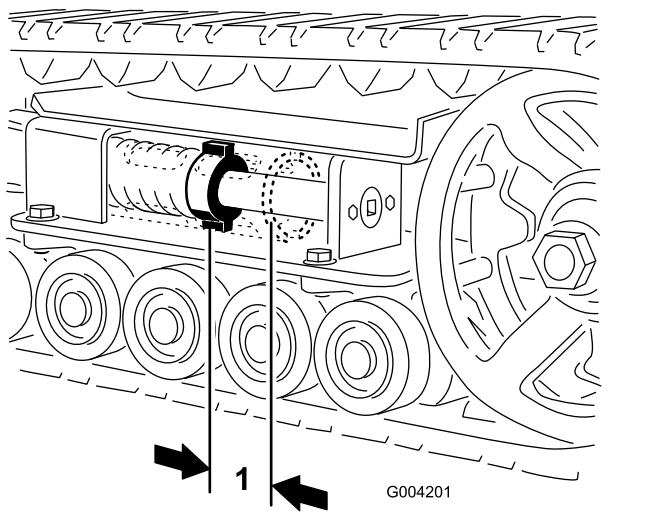

Figura 44
Ar trebui să existe 7 cm între piulia de tensionare și partea din spate a tubului de tensionare (Figura 44). Dacă nu, reglaj tensiunea enilei utilizând următoarea procedură:
5. Folosind un clichet de antrenare de ½ inch, rotești urubul de tensionare în sens invers acelor de ceasornic până când distanța dintre piulia de tensionare și partea din spate a tubului de tensionare (Figura 44) este de 7 cm.
12. Rotiți urubul de tensionare în sens invers acelor de ceasornic până când distanța dintre piulia de tensionare și partea din spate a tubului de tensionare (Figura 44) este de 7 cm.
18. Rotiți urubul de tensionare în sens invers acelor de ceasornic până când distanța dintre piulia de tensionare și partea din spate a tubului de tensionare (Figura 44) este de 7 cm.